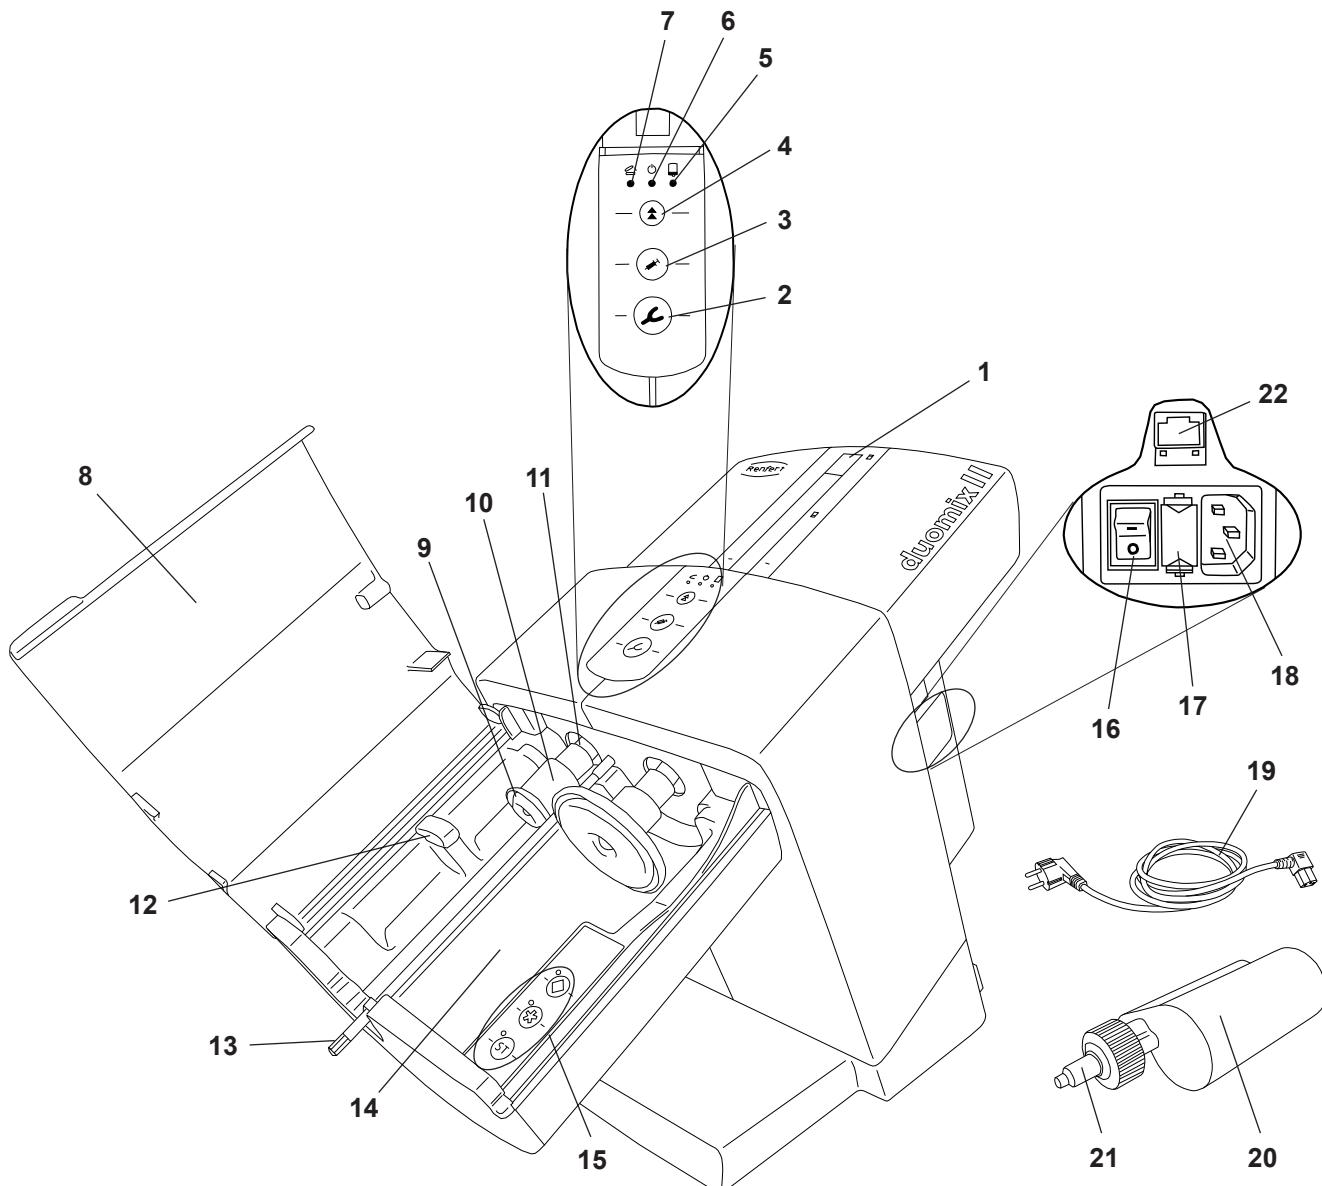

Рис. 1
- ⇒ Подключите прилагаемый кабель питания (19, Рис. 1) к главному гнезду питания (18).
- ⇒ Включите устройство с помощью главного выключателя (16).
- ⇒ Закройте крышку (8, Рис. 1) устройства.
- ⇒ Нажмите кнопку возврата (4).
- ◆ Зажимные диски (9, Рис. 1) возвращаются в исходное положение и останавливаются там.
- ⇒ Снимите транспортировочные крепежи (23).
Укладку и смену картриджа можно осуществлять, только если два зажимных диска (9, Рис. 1) находятся в исходном положении.
⇒ Закройте крышку блока (8, Рис. 1).
⇒ Откройте крышку блока (8, Рис. 1).
⇒ Закройте крышку устройства (8, Рис. 1).
Крышку устройства можно закрыть только при правильно вложенном картридже. Если крышка устройства не закрыта надлежащим образом, светится красный светодиод „Крышка устройства открыта“ (7, Рис. 1).
- Ложка для оттиска (2), высокая скорость выдавливания или
- Диспенсер (3), низкая скорость выдавливания
- ◆ Смесительный шестигранник (13, Рис. 1) начинает вращаться и автоматически входит в смесительное сопло (21, Рис. 1) и потом снова останавливается.